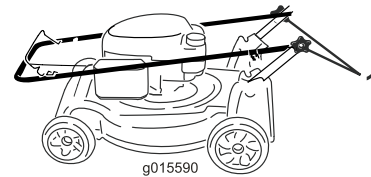

Bild 35
1. Lösen Sie die Griffhandräder, bis Sie den Griff ungehindert bewegen können (Bild 35).
1. Griffhandrad (2)
2. Schieben Sie den Griff nach vorne, siehe Bild 35.